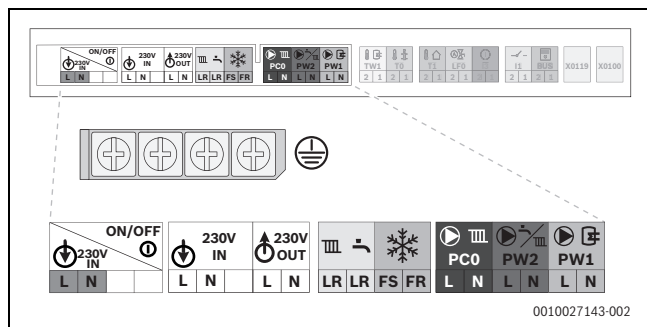

Fig. 82 Domeniul tensiunii de alimentare: regletă
- Racordați cablul la regleta pentru accesorii externe (→ Fig. 82 și Fig. 83).